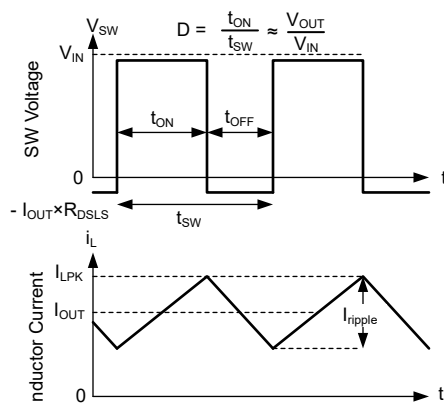

图 7-10. 连续导通模式 (CCM) 下的 SW 电压和电感器电流波形
有关 TPSM656x0 的以下运行说明，请参阅节 7.2 和图 7-10 中的波形。两者都以变化的占空比 (D) 打开内部高侧 (HS) 和低侧 (LS) NMOS 开关，从而提供稳定的输出电压。在 HS 开关导通期间，SW 端子电压  $V_{SW}$  摆动至大约  $V_{IN}$ ，电感器电流  $i_L$  以线性斜率增加。HS 开关由控制逻辑关闭。在 HS 开关关闭时间  $t_{OFF}$ ，LS 开关打开。电感器电流通过 LS 开关放电，这会强制  $V_{SW}$  通过 LS 开关两端的压降摆动到地电位以下。稳压器环路调节占空比以保持恒定的输出电压。D 由 HS 开关在开关周期内的导通时间定义： $D = T_{ON} / (T_{ON} + T_{OFF})$ 。